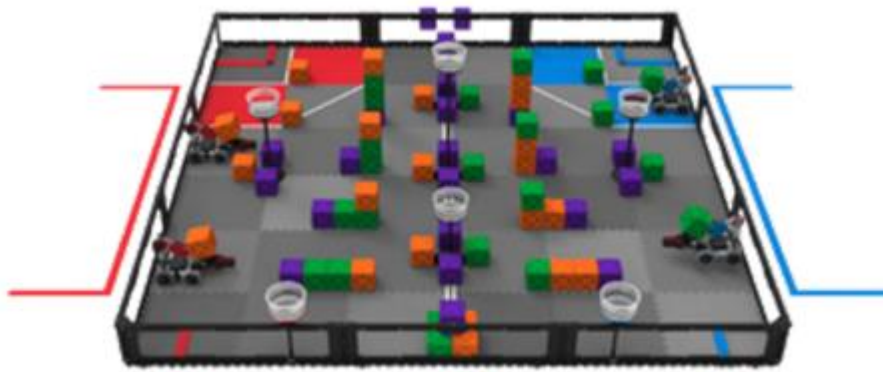

图 16 合法的启动位置及预装
6.5.2.5 每场比赛开始时，每台机器人必须与本联队目标区和联队站位一侧的场地围栏边墙接触，与发泡场地拼接块接触，与高脚杯没有接触，除预装的方块外与其它任何方块没有接触，与预装的方块接触，与目标区或边条没有接触，与其它机器人没有接触，见图 16。初赛中，红色联队有权把它们的机器人最后放到场上。复赛中，排序较高的联队有权把它们的机器人最后放到场上。机器人的放置必须迅速，且先放的参赛队一旦确定机器人的位置就不能再调整。违反此规则的参赛队将由裁判员随机地重新放置他们的机器人。
6.5.2.6 每场比赛开始前，每台机器人必须用 1 个方块作为预装。预装的方块必须与该机器人接触且完全在场地围栏内，见图 16。如果某队的机器人在比赛中没有上场，裁判就将其预装的 1 个方块随机地放在场地上。